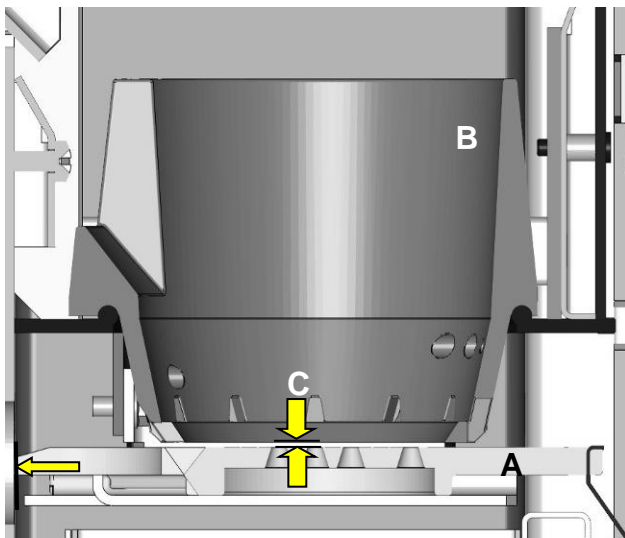

Fig. 76 : coupe grille et pot brûleur
1. Enfoncez toujours la grille en fonte (Fig. 76 partie A) jusqu'à la butée (sans forcer, côté plat vers le haut !), de sorte que la porte ferme correctement.
3. Le bord de la grille en fonte (partie B) doit s'adapter au bord du pot brûleur. Un espace vertical de 1 mm maximum doit être respecté entre la grille en fonte et le pot brûleur Fig. 76 (C).